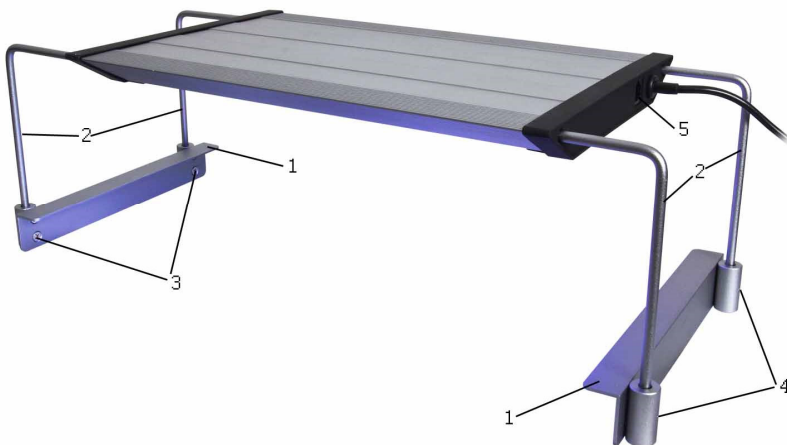

Fig. 2: aquarius incluso fissaggio
- Fissaggio all'acquario (fare riferimento alla Fig. 2)
Gli appoggi (Fig. 2, No. 2) vanno posizionati nelle guide della plafoniera **aquarius**. Quindi l'altezza richiesta è regolata con le viti a brugola nelle guide laterali (Fig. 2, No. 4). Inclusa c'è una chiave per chiudere le viti laterali. Il fissaggio (Fig. 2, No. 1) va montato sul lato frontale dell'acquario. La distanza desiderata si ottiene muovendo gli appoggi nei binari delle guide.
Un controllo separato di tutti i 6 canali è possibile usando il controller **aquarius control (art.-No. 87700)**. Questo deve essere connesso all'attacco (**Fig. 2, No. 5**) dell'**aquarius**. Usando il cavo accessorio Y (art.-No. 87701) più **aquarius** possono funzionare con un singolo controllo di unità.